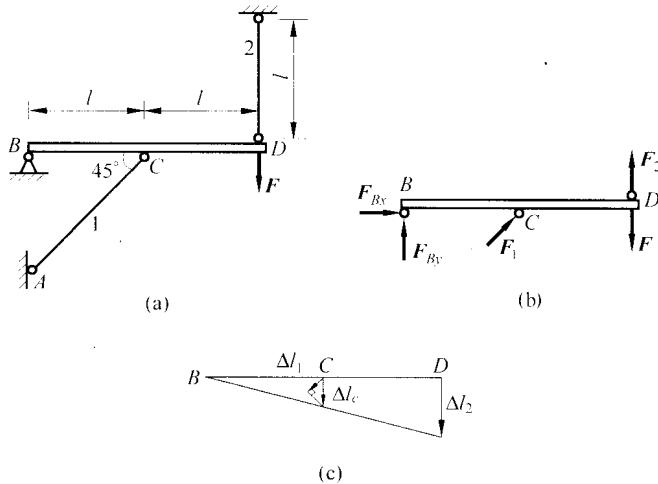

图 1.6
**例 1.6** 支架如图 1.6(a)所示, 杆 BCD 可视作刚体。已知: 作用力为  $F$ , 杆 1 和杆 2 的材料和截面积均相同, 即有  $E_1 = E_2$ ,  $A_1 = A_2$ , 两杆的拉压许用应力分别为  $[\sigma_t]$  和  $[\sigma_c]$ , 试求两杆的截面积。
研究杆 BCD(受力图如图 1.6(b)所示):
画杆 BCD 的变形图, 如图 1.6(c) 所示。得几何方程为